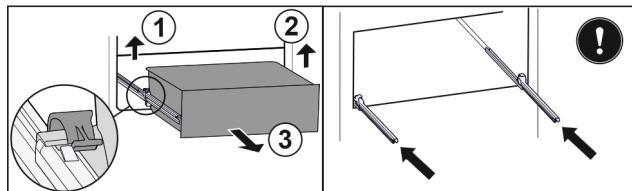

Fig. 103
- Повдигнете лявата скоба и едновременно с това изтеглете напред чекмеджето отляво. Fig. 103 (1)
- Повдигнете дясната скоба и едновременно с това изтеглете напред чекмеджето отдясно. Fig. 103 (2)
- Извадете чекмеджето напред. Fig. 103 (3)